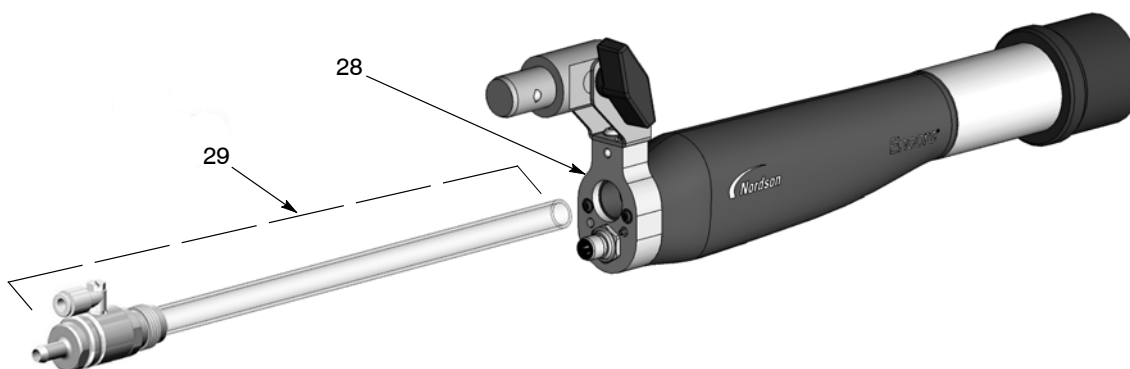

Figura 7-1 Înlocuirea tubului pentru pulbere
19. Vezi Figura 7-1. Montați tubul pentru pulbere (22) în adaptorul (30) folosind o mișcare de răsucire pentru a introduce tubul peste inelul O interior, până când se așează complet.